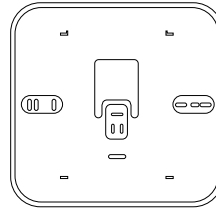

Fig. 10
- Montar, si es necesario, la placa de soporte de la caja eléctrica suministrada en el kit (Fig. 10).